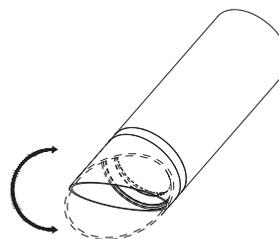

Fig. 2c
3. Adjust the snoot to the right position (if needed) (Fig. 2c).
3. Régler l'embout dans la bonne position (si besoin) (Fig. 2c).